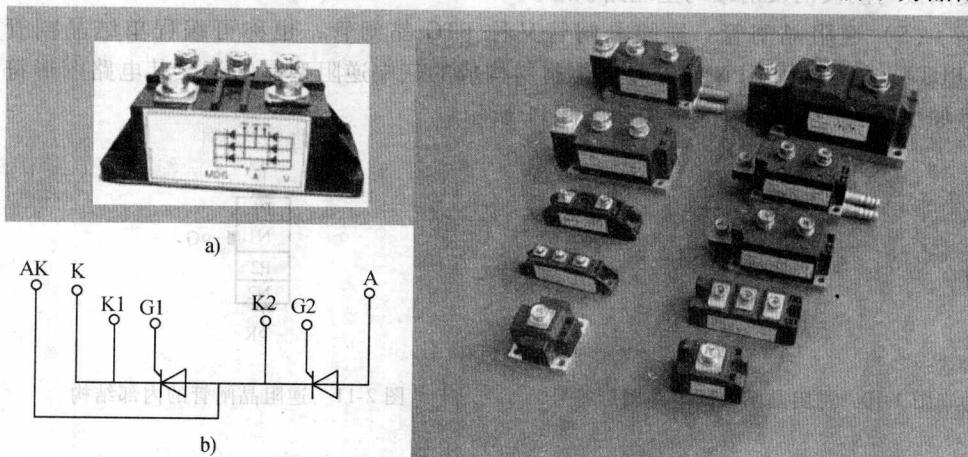

图 2-13 晶闸管模块外形和电路
(7) 智能晶闸管功率模块：智能晶闸管功率模块简称 ITPM (Intelligent Thyristor Power Module)，是把晶闸管主电路和移相触发系统以及过电流与过电压保护、传感器等共同封装在一个塑料外壳内制成的，使有关电路成为了一个整体。最新 ITPM 的移相触发电路为全数字电路，功能电路由单片机完成，并且内置有多路电流、电压、温度传感器，通过模块上的接插件可将各种控制线引到键盘，进行各种功能和电气参数设定，并可进行 LED 或 LCD 显示。图 2-13 所示为晶闸